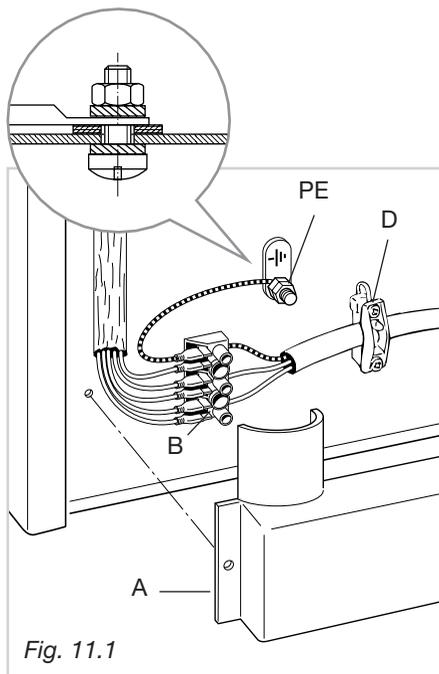

Fig. 11.1
- Svitare le viti di fissaggio della protezione **A** dietro la cucina (Fig. 11.1).
- Infilare nel fissacavo **"D"** il cavo di alimentazione di sezione adeguata come descritto nel capitolo "Sezione dei cavi di alimentazione" (Fig. 11.1).
- Collegare i cavi alla morsetteria **"B"** secondo lo schema della figura 11.2; o i cavi di fase alla morsetteria **"B"** ed il cavo di terra al morsetto **PE** (fig. 11.1).